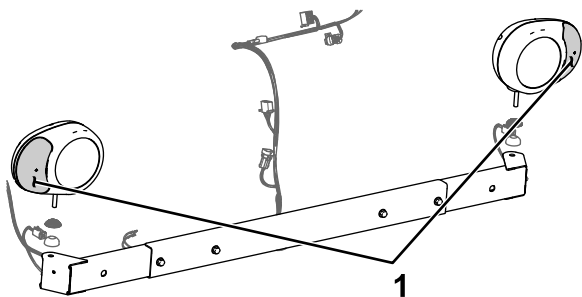

Bild 13
1. Fluchten Sie die linken und rechten Arbeitsscheinwerfer außen mit den gelben Linsen aus, wie in Bild 13 abgebildet.